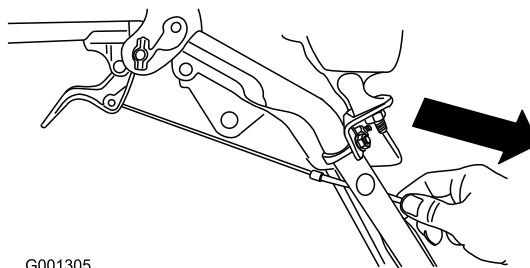

Figura 8
4. Abbassate con catela la guaina del cavo finché la leva della frizione ruota non si abbassa eliminando l'imbandito dal cavo, quindi serrate a fondo il dado del serrafilò del cavo (Figura 8).